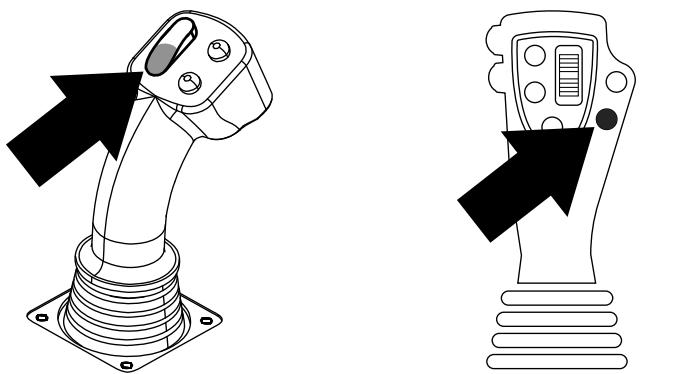

Bild 46
11. Halten Sie die untere rechte Taste am 8-Tasten-Joystick (Bild 10) oder den unteren Teil des Kippschalters (Bild 46) am 4-Tasten-Joystick gedrückt, bis die Ladearme zurückdrehen und die Nocke in die Ausgangsposition zurückkehrt (Reihe 4) (Bild 47).